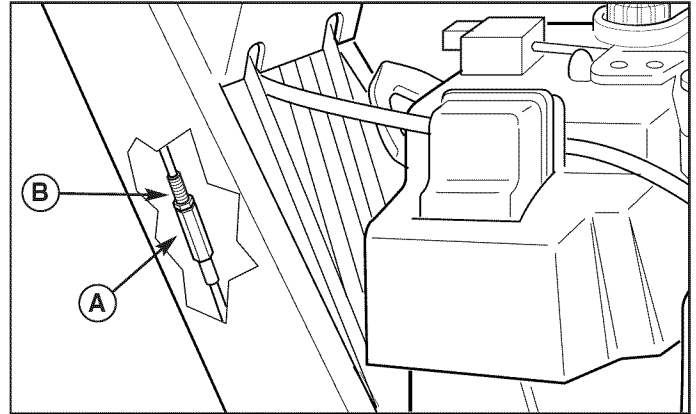

Figure 25. Cable Adjustment
2. Loosen the jam nut (B, Figure 25).
3. Turn the adjustment nut (A) to lengthen or shorten the cable. The cable should be tightened just until all slack is removed from the lever, however it must not engage the Easy Turn™ release without depressing the control lever.
2. Die Gegenmutter lösen (B, Abbildung 25).
3. Die Stellmutter (A) drehen, um den Seilzug zu verlängern oder zu verkürzen. Der Seilzug sollte so gespannt werden, dass der Hebel kein Spiel mehr aufweist. Dabei muss jedoch darauf geachtet werden, dass die Easy Turn(tm)-Freigabe nur beim Drücken des Bedienhebels betätigt wird.
2. Desserrer le contre-écrou (B, Figure 25).
3. Tourner l'écrou de réglage (A) de manière à allonger ou raccourcir le câble. Le câble doit être juste assez tendu pour éliminer tout jeu au niveau du levier, mais sans pour autant engager le mécanisme Easy Turn(tm) lorsque le levier de commande est au repos.